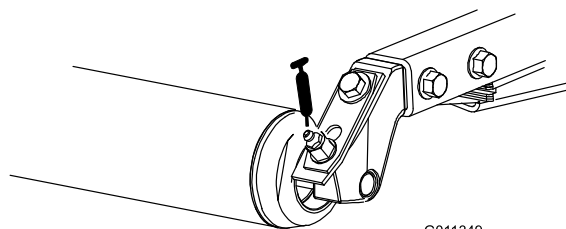

Figura 43
- Cojinetes de los rodillos traseros (2 por unidad de corte) (Figura 43).
Nota: Los acoplamientos engrasados de los rodillos (Figura 43) requieren el uso de un adaptador de boquilla para la pistola de engrasar. Solicite la Pieza N° 107-1998 a su Distribuidor Autorizado Toro.